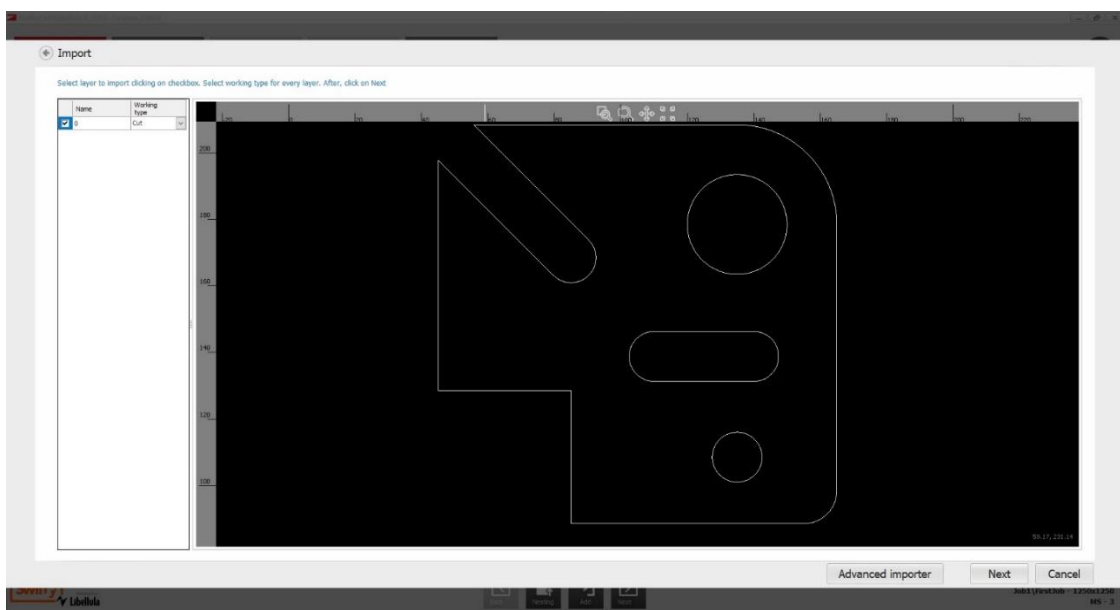

Fig. 49 Menu Bewerkingen
3. Als het tekeningbestand meerdere lagen bevat, kunnen deze voor het importeren worden geselecteerd of gedeselecteerd (Fig. 49).